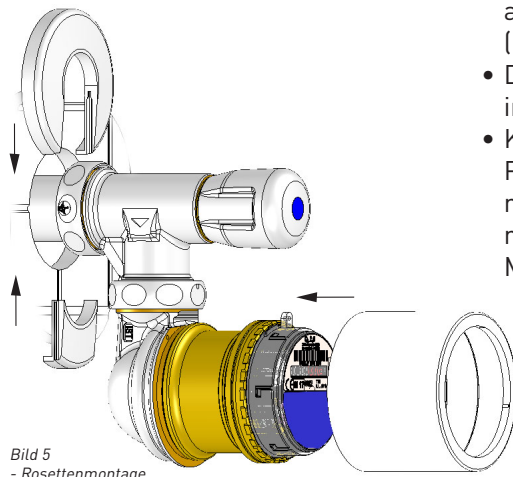

Bild 5 - Rosettenmontage
- Koax-Kapsel einschrauben, anschließend mit Plombendraht und Selflockplombe plombieren. Die zweiteilige Rosette auf das Mantelrohr aufsetzen. Den Chromzylinder auf die Messkapsel ausstecken (Bild 5).